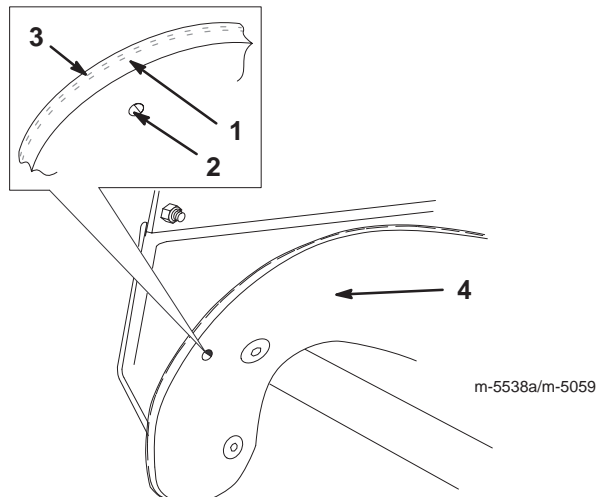

Figure 22
1. Examinez le bord de la pale neuve pour détecter la différence d'épaisseur des couches de caoutchouc (Fig. 22).
Montez la pale neuve en dirigeant la couche de caoutchouc épaisse vers *l'intérieur* de la face incurvée (Fig. 22). L'usure de la pale sera accélérée si vous ne la posez pas correctement.
3. Fixez la lame neuve aux moitiés de la turbine à l'aide des deux boulons à tête hexagonale et des deux contre-écrous retirés précédemment. Placez la tête des vis sur le côté épais de la pale (Fig. 22).
4. Courbez la pale et fixez-la avec les vis Torx et contre-écrous retirés précédemment, en plaçant la tête des vis sur le côté épais de la pale (Fig. 22).